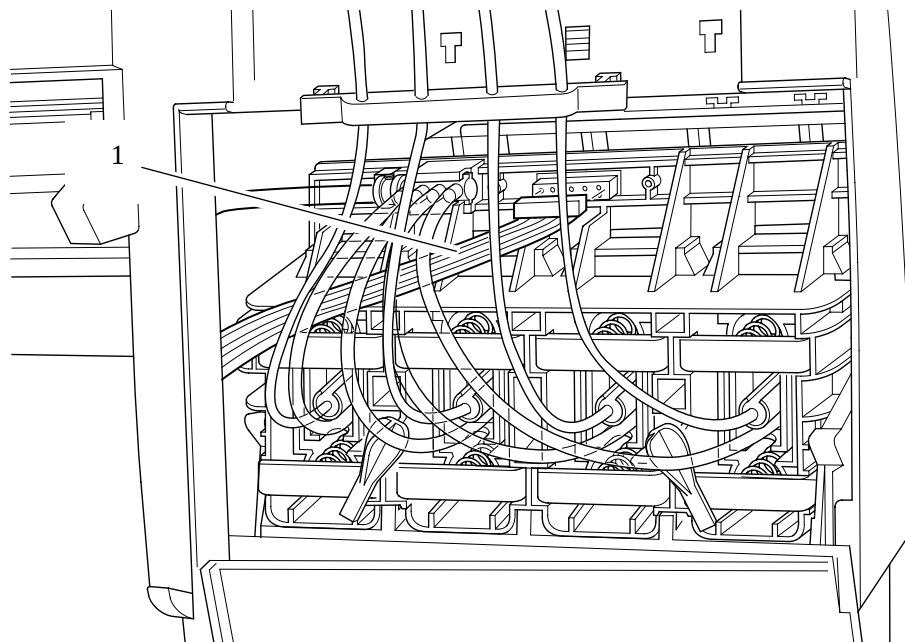

図 60 : インク カートリッジ チューブ コネクタ ケーブル
- 11 インク カートリッジ チューブ コネクタ ケーブルを取り外します (図60参照)。